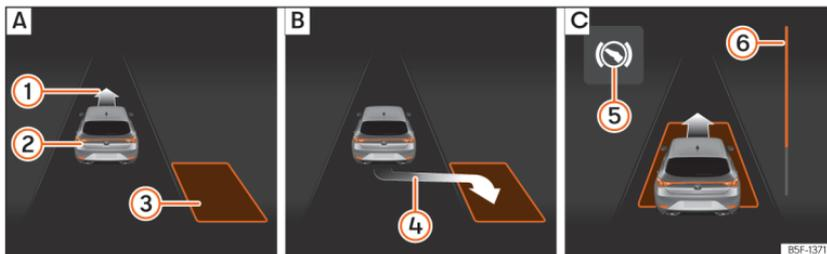
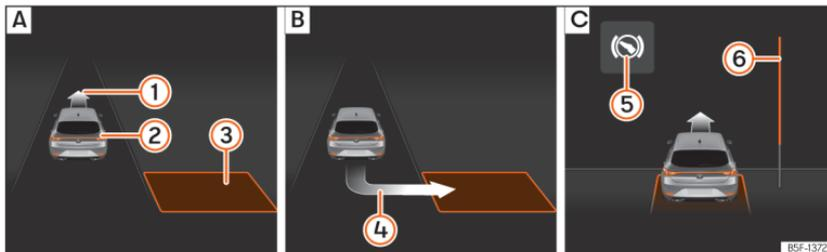

Abb. 153 Am Bildschirm des Kombi-Instruments: längs einparken. **A**: Parklücke suchen. **B**: Position zum Einparken. **C**: Rangieren.
Abb. 154 Am Bildschirm des Kombi-Instruments: quer einparken. **A**: Parklücke suchen. **B**: Position zum Einparken. **C**: Rangieren.
- Prüfen Sie anhand der Anzeige im Bildschirm des Kombi-Instruments, ob die Parklücke als „geeignet“ erkannt wurde und ob die korrekte Position zum Einparken » (Abb. 153) **B** oder
» (Abb. 154) **B** erreicht wurde. Die Parklücke wird als „geeignet“ betrachtet, wenn auf dem Bildschirm des Kombi-Instruments die Anzeige zum Einparken erscheint **④**.
- Fahren Sie rückwärts, bis das Dauertonsignal des ParkPilot ertönt; **ODER:** fahren Sie zurück, bis auf dem Bildschirm des Kombi-Instruments die Anzeige für Vorwärtsfahren »» [Abb. 153]  oder »» [Abb. 154]  erscheint; **ODER:** fahren Sie zurück, bis am Bildschirm des Kombi-Instruments die Meldung **Park Assist beendet** erscheint. Die Fortschrittsanzeige  zeigt den zurückzulegenden Abstand an.
- Fahren Sie vorwärts, bis das Dauertonsignal des ParkPilot ertönt; **ODER:** fahren Sie vorwärts, bis am Bildschirm des Kombi-Instruments die Anzeige zur Rückwärtsfahrt erscheint. Der Parklenkassistent lenkt das Fahrzeug so lange beim Vorwärts- und Rückwärtsfahren, bis das Fahrzeug gerade in der Parklücke steht »» [Abb. 153]  bzw. »» [Abb. 154] .
Die Fortschrittsanzeigen »» [Abb. 153]  und »» [Abb. 154]  am Bildschirm des Kombi-Instruments zeigt symbolisch die noch zu fahrende relative Fahrstrecke an. Je länger die Distanz ist, desto größer ist der Füllstand des Fortschrittsbalkens. Bei Vorwärtsfahrt nimmt die Füllung des Fortschrittsbalkens nach oben ab und bei Rückwärtsfahrt nimmt die Füllung des Fortschrittsbalkens nach unten ab.